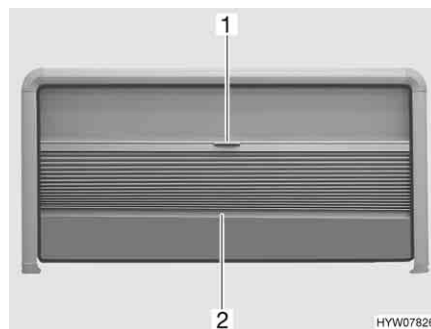

Bild 72 Ausstellfenster
- Die **Faltverdunklung** in der Mitte des Abschluss-Stabes (Bild 72,2) fassen und vorsichtig nach unten ziehen.
- Den **Abschluss-Stab** (Bild 72,2) der Faltverdunklung in der Mitte halten und die Faltverdunklung vorsichtig nach oben schieben.
- Den **Insektenschutz** am Griff (Bild 72,1) vorsichtig nach unten ziehen.
- Den **Insektenschutz** am Abschluss-Stab der Faltverdunklung (Bild 72,2) langsam ganz nach oben schieben.